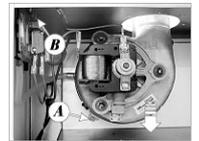

Рис. 18 – Монтаж вентилятора
- отсоедините подающие проводники и проводник заземления от вентилятора (рис. 18) ;
- выверните винты В (рис. 18), доступные сверху, выберите маностат и замените его новым;